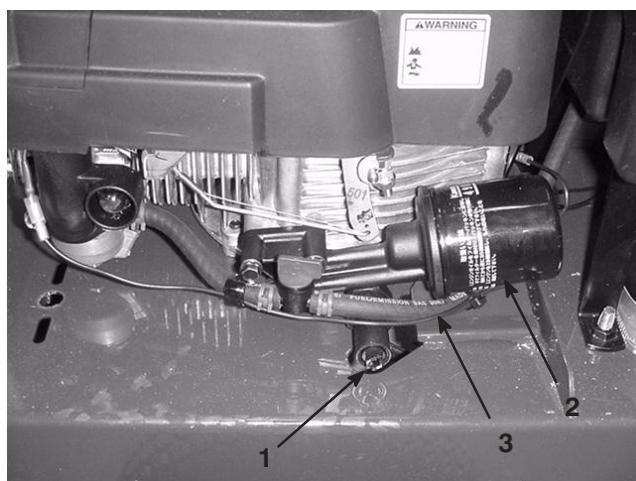

Figure 39
4. Placez un bac de vidange approprié sous l'orifice de vidange de la traceuse de lignes (Fig. 39).
Remplacez le filtre à huile (Fig. 39) toutes les 100 heures de fonctionnement ou une fois par an, la première échéance prévalant.
4. Débranchez le conduit d'alimentation (Fig. 39) en desserrant le collier au niveau du carburateur.